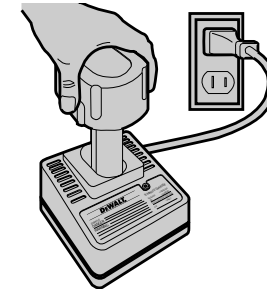

FIG. 1
2. Insérer le bloc-piles dans le chargeur, tel qu'illustré à la FIG. 1, en s'assurant de bien l'enfoncer. Le voyant (de charge) rouge clignotera continuellement, indiquant que le cycle de charge est amorcé.
2. Insérer le bloc-piles dans le chargeur, tel qu'illustré à la FIG. 1, en s'assurant de bien l'enfoncer. Le voyant rouge clignotera continuellement et le chargeur émettra un seul signal sonore pour indiquer que le cycle de charge est amorcé.